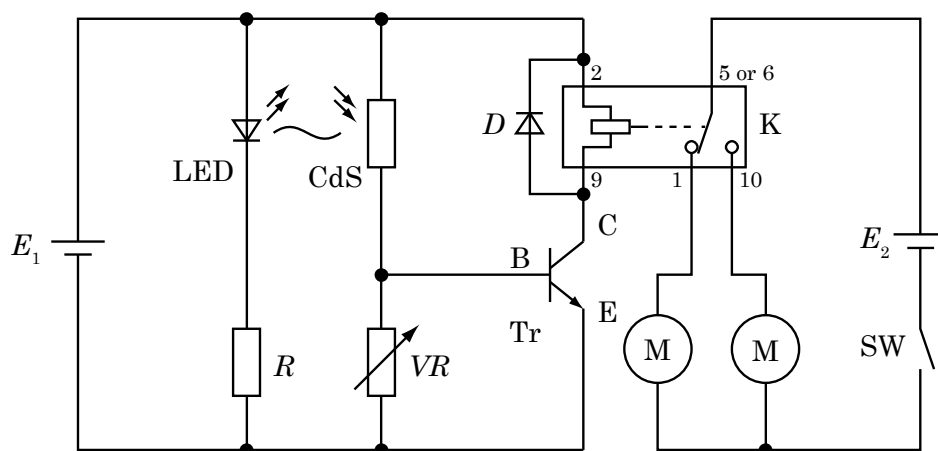
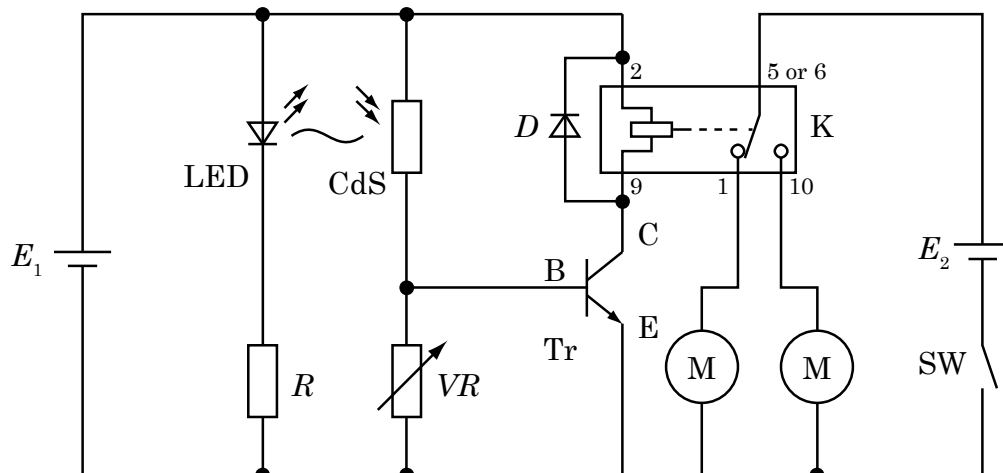

図8 ライトレースカーの回路図
図 11 ライトレースカーの回路図
図 8 がライトレースカーの回路図です。CdS セルが黒地を感知しているときは CdS の抵抗値が高くなり、トランジスタのベースには電流が流れず、コレクタ電流が流れません。リレーは動作せず 1 番端子に接続されたモータが回転します。CdS セルが白地を感知すると、CdS の抵抗値が下がりベース電流が流れ、コレクタ電流が流れます。リレーは動作し、10 番端子に接続されたモータが回転します。
(1) 図11がライトレースカーの回路図です(図8と同一です)。